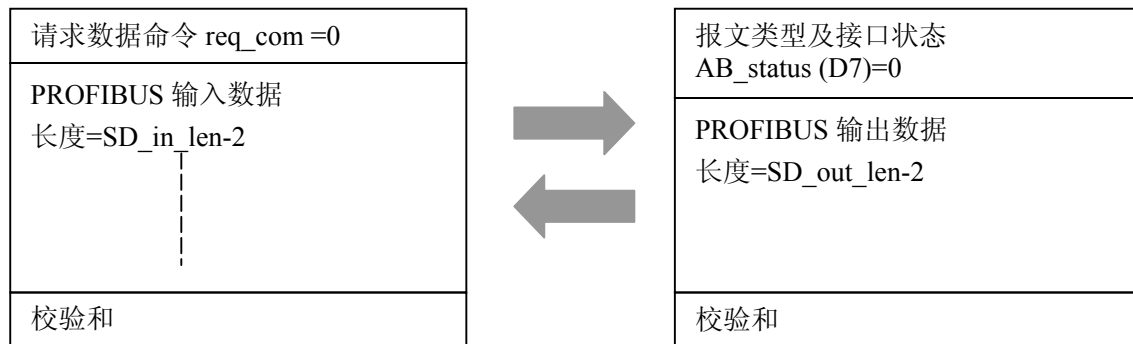

图 4-8：用户模板发—输入数据报文 req_com=0；接口板答—输出数据报文
(1) 用户模板不使用用户参数功能（即：初始化报文中 User_Prm_Data_Len=0）时，永远发请求 PROFIBUS 数据命令 req_com=0；接口板一定回答“输出数据报文 A”（包括：报文类型及接口状态 AB_status、PROFIBUS 输出数据、校验和）。见图 4-8，报文类型及接口状态 AB_status 见表 4-5：